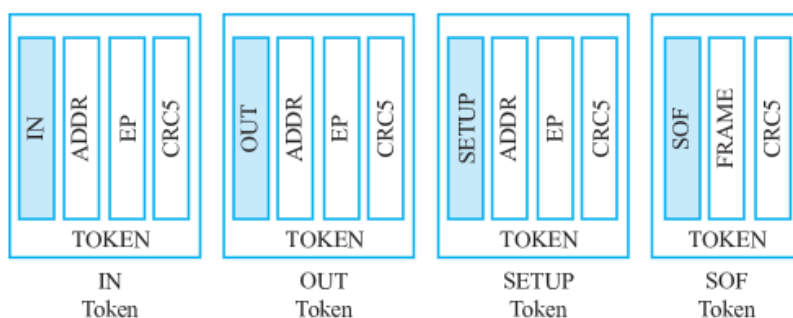

图 15.11 USB 令牌数据包类型
(1) 令牌数据包: 令牌数据包始终由主机发送, 用于定义总线上的数据传输。令牌数据包的类型取决于所执行的传输类型。主机向设备发送 IN 令牌数据包, 用于从设备读取数据。主机向设备发送 OUT 令牌数据包, 用于将数据从主机传输给设备。主机向设备发送 SETUP 令牌数据包, 用于将主机的请求传输给设备 (有关该数据包的具体通信流程详见 USB 标准请求以及 USB 通信过程这节)。SOF 令牌数据包用于确定帧的起始位置。IN、OUT 和 SETUP 令牌数据包都有一个 7 位设备地址 (ADDR)、4 位端点 ID (EP) 和 5 位 CRC。图 15.11 显示了这四个令牌数据包的结构图。